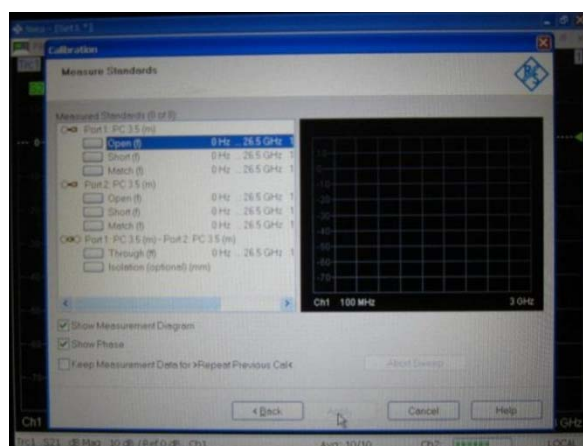

图 3-20 矢网校准对话框提示界面
2) 点击 Next 按钮，校准对话框提示界面更新为如图 3-20 所示。
3) 矢网第 1 端口测试电缆连接自制开路校准件，连接完毕后，点击图 3-20 中的 Open 确定框，耐心等待 Open 确定框出现✔，如图 3-21 所示，表示第 1 端口开路校准顺利完成，这时可以取下自制开路校准件。